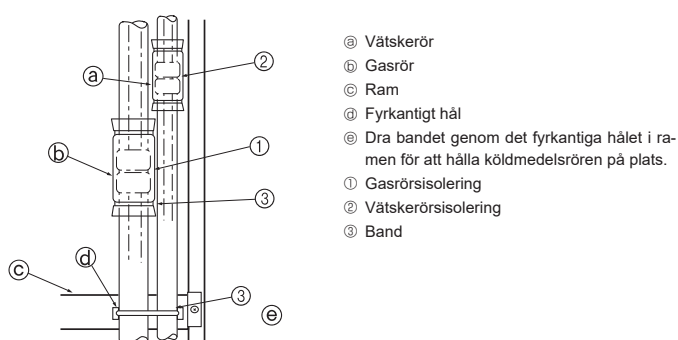

Fig. 4-5
- Under återmonteringen, häng på inloppsgallrets hängare ① i hålen in panelernas sidor.
- ① Inloppets galler
- ② Rörstöd
- ③ Hållare
- ④ Sidopanel
- ⑤ Skruv
- ⑥ 4 × 10 självborrande skruv
- ⑦ Dämpning
Isolera flänsskarvarna ① och ② på gas- och köldmedelsrören helt och hållet. Om någon av skarvarna är frilagd, kan kondens droppa ned. (Fig. 4-5)
- Fäst gasrörsisoleringen ① och vätskerörsisoleringen ② i båda ändar, så att de inte kan glida och hamna i linje med varandra.
- Efter det att isoleringen anbringats, ska bandet ③ användas till att fästa köldmedelsröret till ramen (under rörskarvsdelen). Detta förhindrar att köldmedelsröret lyfter ifrån ramen. (När köldmedelsröret inte ligger an emot ramen, kan inte galleret installeras.)